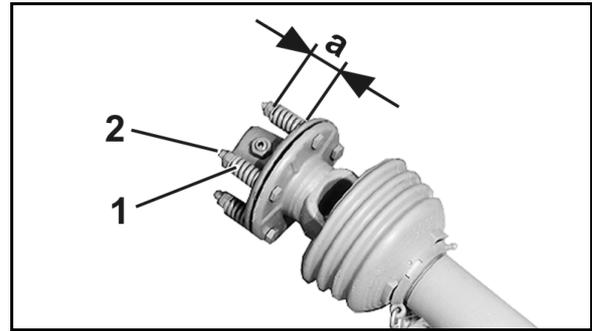

Fig. 90
2. Federn (Fig. 90/1) durch Lösen der Muttern (Fig. 90/2) entlasten.